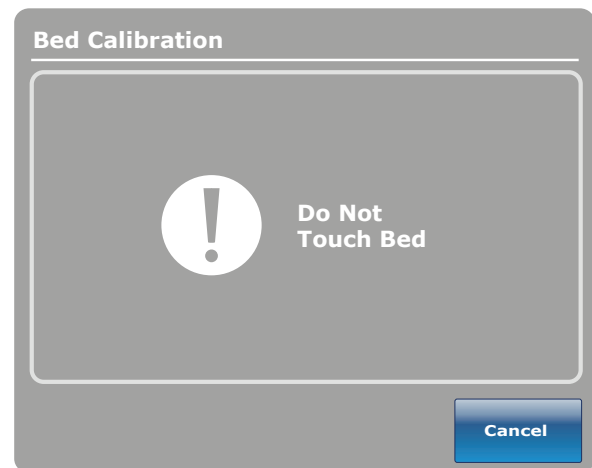

Figura 18: Ecrã "Do Not Touch Bed" (Não tocar na cama)
19. O ecrã "Do Not Touch Bed" (Não tocar na cama) é apresentado conforme mostrado na Figura 18.